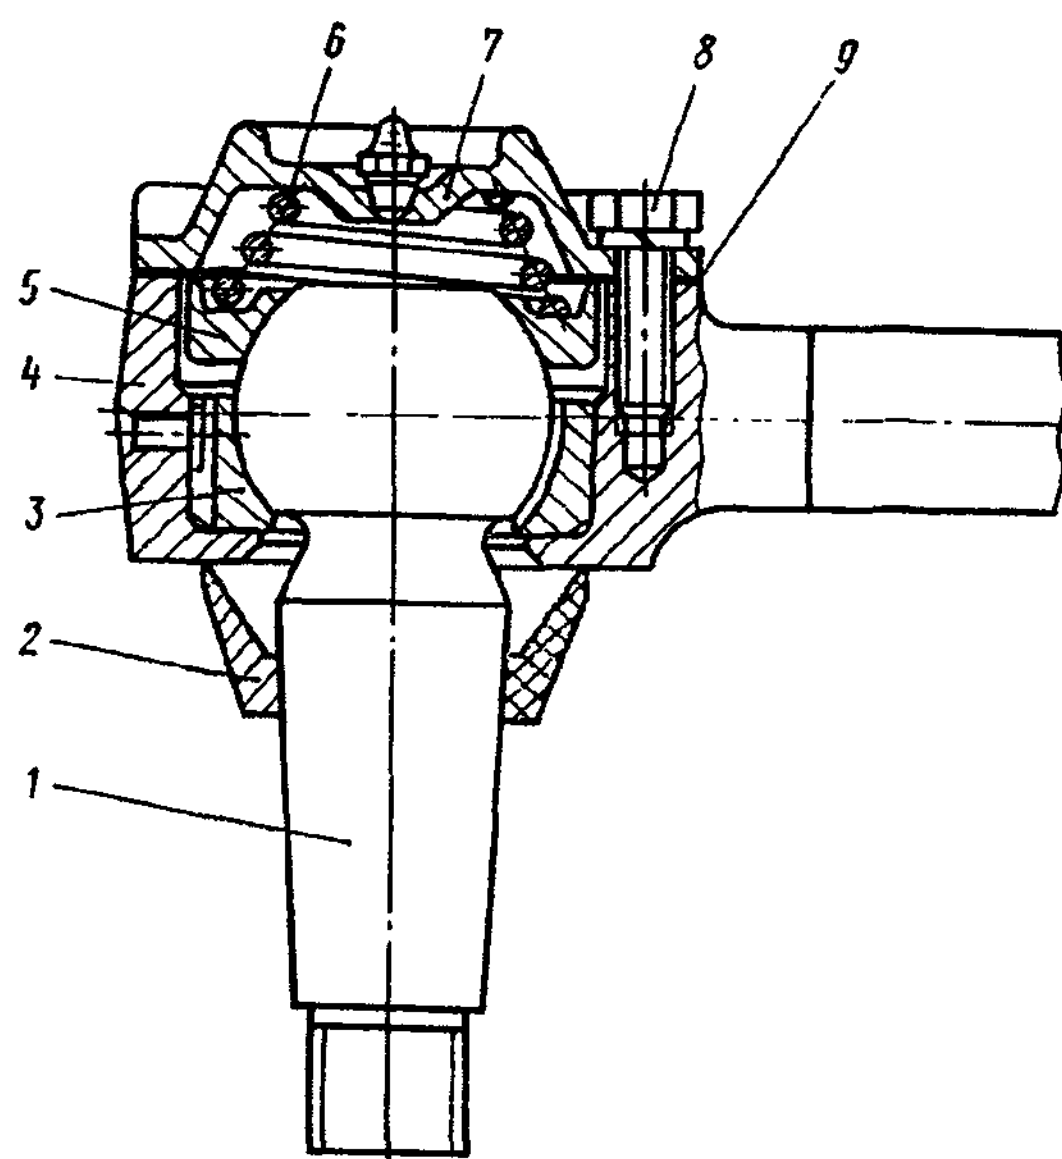

Рис. 237. Головка реактивной штанги:
1. Зажмите головку 4 (рис. 237) реактивной штанги в тисках	Тиски